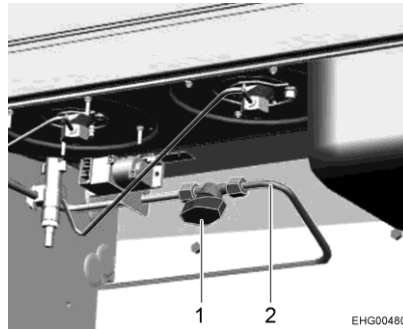

Bild 38 Gasabsperrventil
Im Fahrzeug ist für den Gaskocher ein Gasabsperrventil (Bild 38,1) eingebaut. Das Gasabsperrventil befindet sich unterhalb des Gaskochers.
- Öffnen: ■ Gasabsperrventil parallel zur Gasleitung (Bild 38,2) stellen.